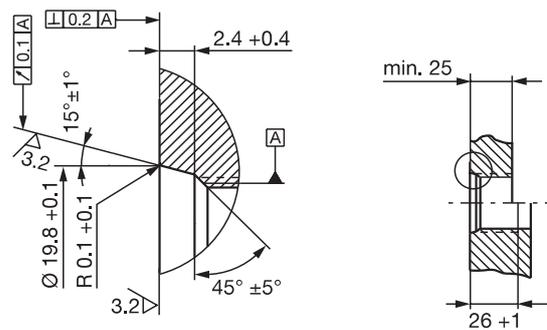

Fig. 4-3: Foro di avvitamento M18x1.5 secondo ISO 6149 O-ring 15.4x2.1
- ▶ Creare il foro di avvitamento con filettatura (eventualmente svasatura per l'O-ring) come da Fig. 4-3.